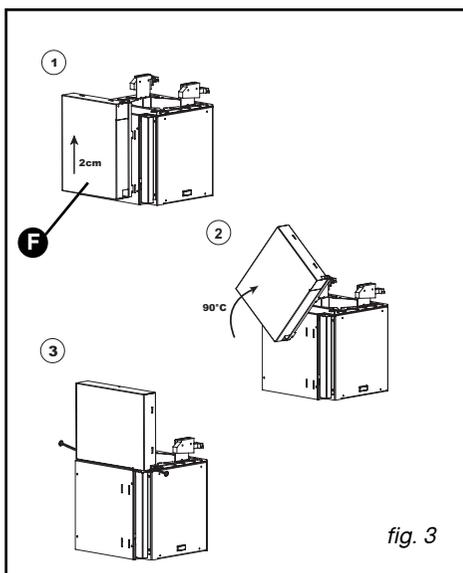

fig. 3
- Retire a fita adesiva da caixa (F fig.3)
- Levante a caixa cerca de 2 cm e, depois de a soltar, faça-a rodar 1/4 de volta; deslize e fixe-a com o auxílio dos 2 parafusos por cima do motor (fig 3).
– Se possuir um tubo com 125 mm de diâmetro, utilize o adaptador fornecido (fig. 3).